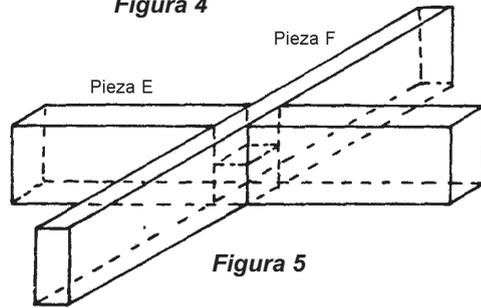

Figura 5
- Une con pegamento para madera las piezas E y F para formar una “cruz” (figura 5).